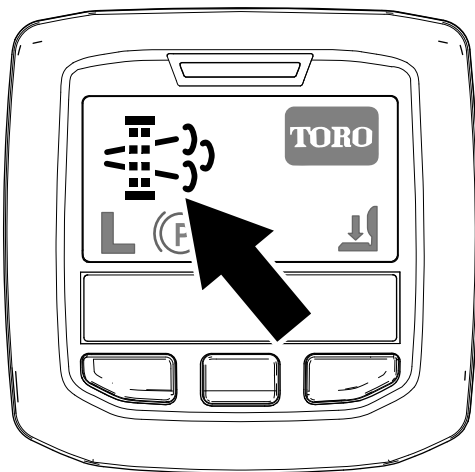

図 30
- ・ インフォセンターに、駐車再生要求アイコンが表示されます 図 30。